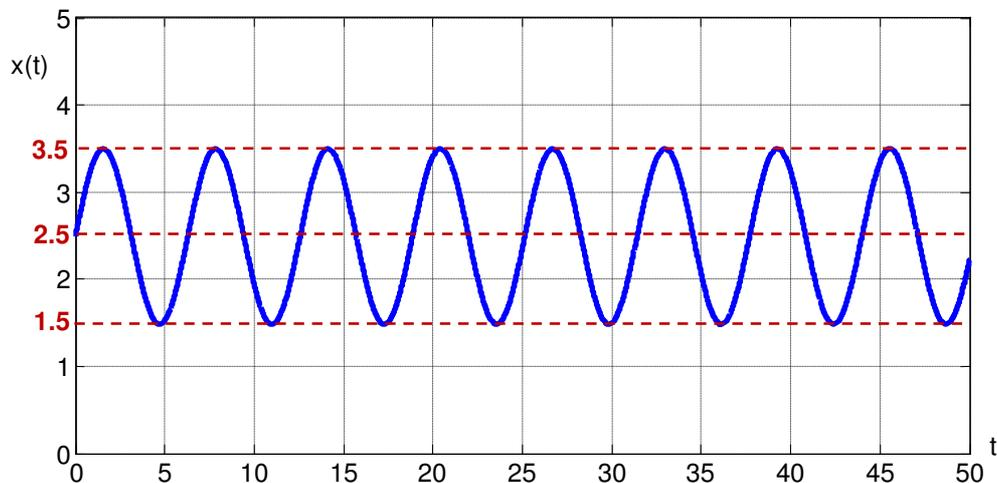

Figura 9.6.- Sinusoide de amplitud 1v y componente de CD de 2.5v
- 1) Mediante un generador de funciones y un osciloscopio, verificar que se está generando una señal sinusoidal de la forma $x(t) = 2.5 + \text{sen}(\omega t)$, es decir, con las características de amplitud mostradas en la figura 9.6